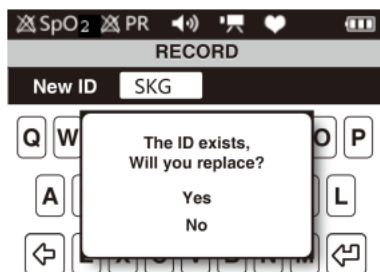

Figura 17. Finestra di dialogo Sostituisci ID esistente
- c Se l'ID inserito esiste già, apparirà una finestra di dialogo come da figura 17. Scegliere "Yes" (Sì) e fare clic sul pulsante menu per sostituire l'ID esistente, nello stesso momento iniziare a registrare e tornare all'interfaccia di misurazione; scegliere "No" per tornare all'interfaccia "Input ID" (Inserimento ID).